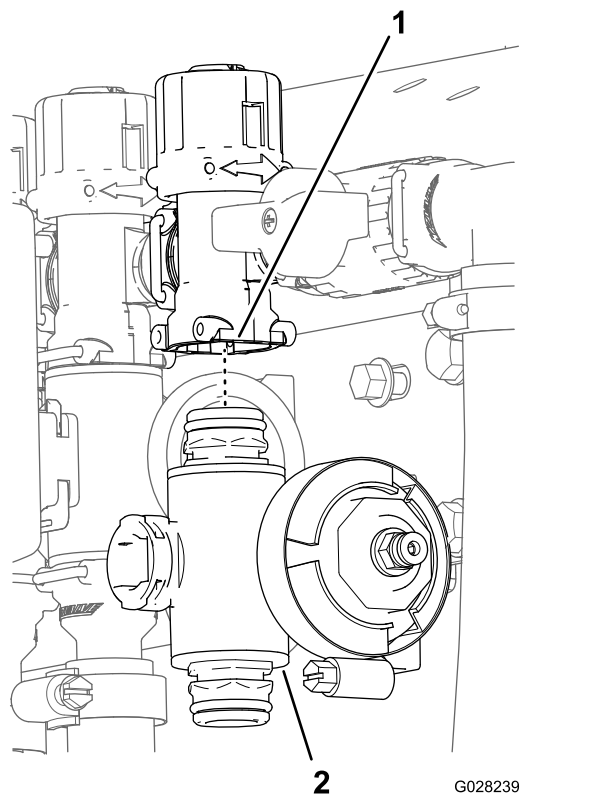

Рисунок 138
3. Снимите с машины коллектор клапана секции (Рисунок 138).